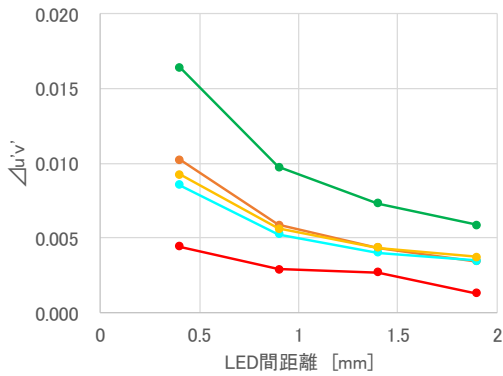

図 15. 第一色: 青色
- ・点灯させる LED が青色の場合(図 15 参照)、隣接する LED によって色ずれが発生します。また実装距離が短くなるほど多くの光が隣接する LED に当たるため色ずれは大きくなります。
- ・点灯させる LED が青色の場合(図 15 参照)、緑色の LED が隣接すると特に色ずれが大きくなります。緑色の波長は視感度特性に近く光束が高いため色ずれを引き起こしやすいと考えられます。逆に光束が低い赤色は色ずれへの影響が小さくなります。